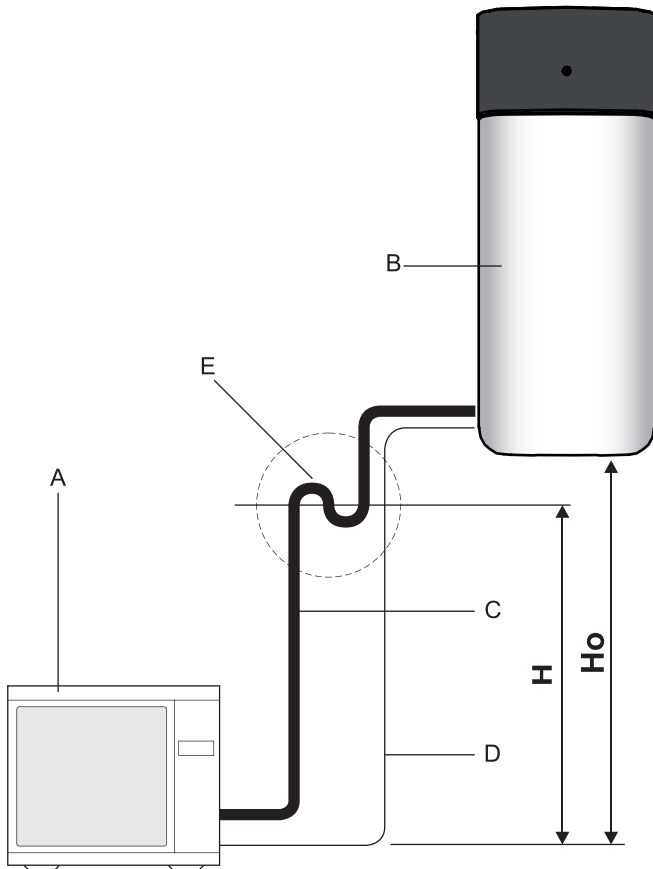

Fig. 44-46 Arco colector de aceite de la tubería de refrigerante
- Es necesario si la Daikin Altherma EHS(X/H) no se instala a nivel del suelo con respecto a la unidad exterior de bomba de calor (Fig. 44-46, HO ≥ 10 m).
- Debe instalarse al menos un arco colector de aceite por cada 10 m de diferencia de altura (Fig. 44-46, H = distancia entre arcos colectores de aceite).
Tab. 44-9 Leyenda de Fig. 44-46